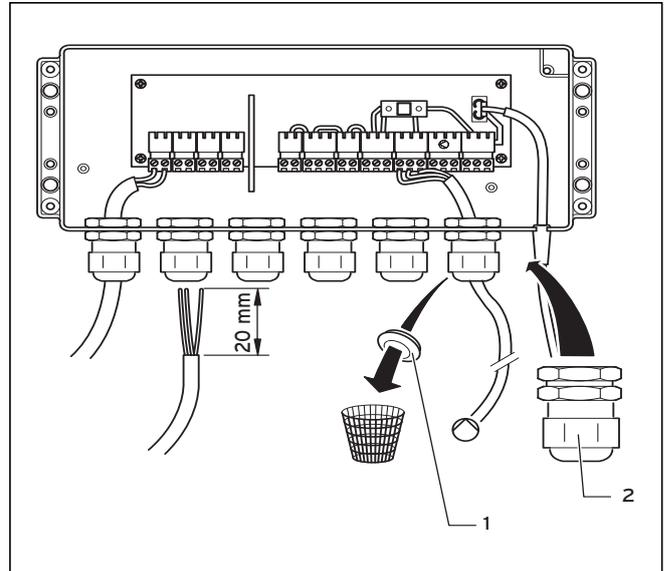

Fig. 5.5 Scatola dei cavi aperta
- Se necessario, sostituire i tappi ciechi (1) con i raccordi a vite per cavi forniti (2), o viceversa.
- Far passare i cavi attraverso i raccordi a vite ed introdurli nella scatola dei cavi (fig. 5.5).